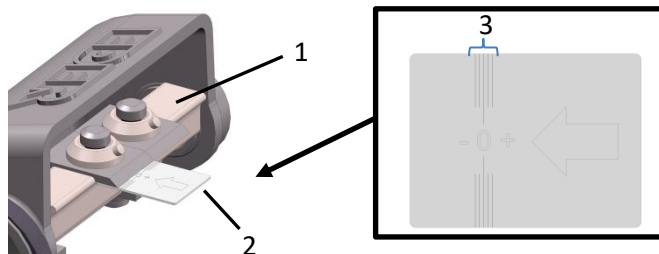

Fig. 5: Indstilling af kniv
- > Skyd skydelære (2 – Fig. 5) i pilens retning under kniven til barkvalse (1 – Fig. 5).
Bemærk: Skærekant på kniv skal befinde sig i markeret omfang (3 – Fig. 5).